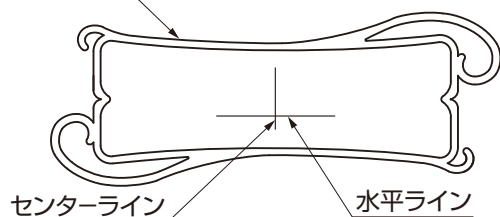

図11-1
①サインプレートにあとから消せる物で、センターラインと水平ラインを引いてください。(図11-1参照)